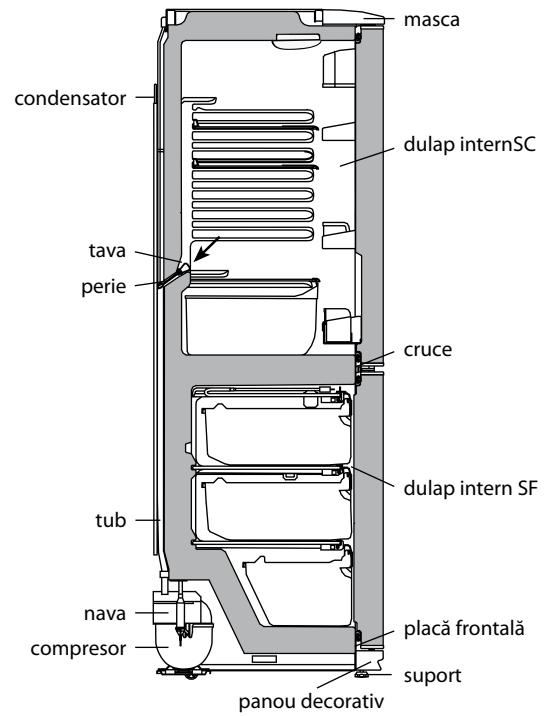

Figura 4 – Schema de eliminare a apei topite din SF
**2.3.1** În SF se utilizează sistemul automat de dezghețare. Chucura, care apare pe perețele din spate a SF, se topește în ciclul de dezghețare la deconectarea compresorului și se transformă în picături de apă. Picăturile de apă topită se scurg în vas și prin gaură în tavă patrund în țeavă navei pe compresor, în conformitate cu figura 4 unde și se evaporă. În gaura tavei este instalată o perie pentru a preveni înfundarea sistemului de evaporare.
Prezența apei în tavă indică la blocarea posibilă a scurgerii apei. Pentru a elimina contaminarea trebuie a curăța cu peria gaura în tavă, astfel că apa să se scurgă fără obstacole un vas, se spală peria și se instalează în conformitate cu figura 4.
**ATENȚIE!** Apa, care a apărut la partea de jos a SF poate trece în interiorul secției și poate provoca coroziunea dulapului în conformitate cu figura 4 și să conducă la esirea din funcție a frigiderului.